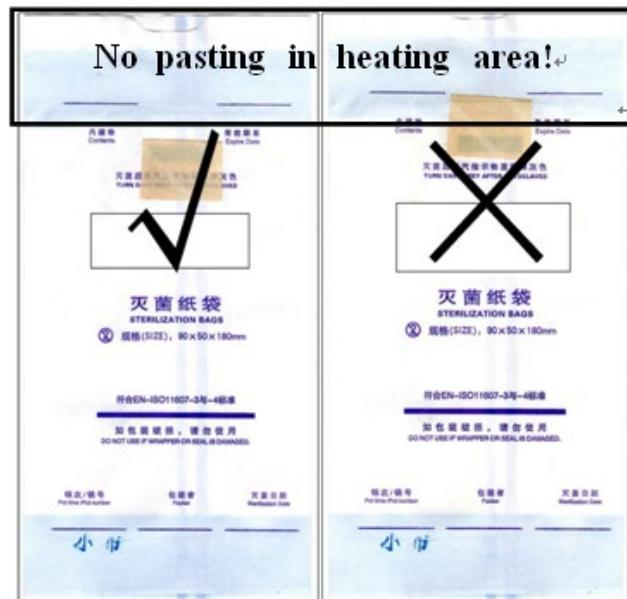

Figura 20.
9. Para mejorar la eficiencia del trabajo, se debe hacer una preparación adecuada antes del trabajo. La bolsa de embalaje debe colocarse en el sello térmico para evitar que la línea de sellado sea paralela al borde de la bolsa de papel (consulte la Figura 20).